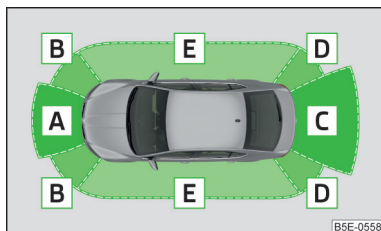

Fig. 158 Zonas parpadeadas y alcance de los sensores
Depende del equipamiento pueden existir las siguientes variaciones del sistema » fig. 158.
En el servicio con remolque o en otro accesorio conectado al enchufe del remolque están solamente activas las áreas y » fig. 158 del sistema.
- La visualización en pantalla se puede interrumpir accionando la tecla **P** » fig. 158 de la pág. 147.